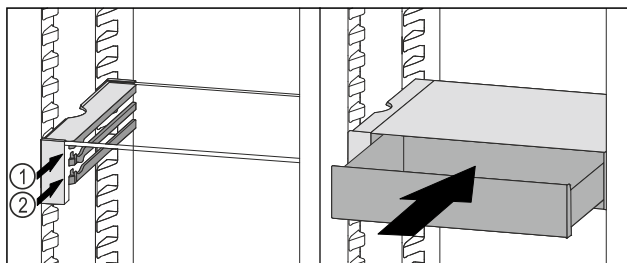

Fig. 185
- Nasadte zásuvku VarioSafe za zářezky na požadovaném žebro Fig. 185 (1) nebo Fig. 185 (2).